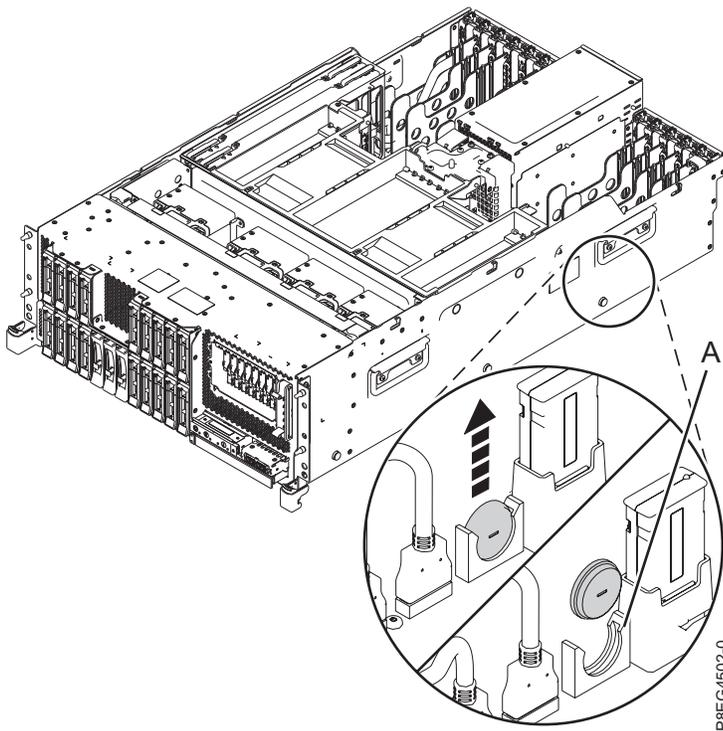

図 1. 時刻バッテリーの取り外し
2. 図 1 に示すように、時刻バッテリーをシステム・バックプレーン上の対応するスロット (A) から取り外します。必ずバッテリーの極性の方向を記録して、後で同じ向きに挿入できるようにしてください。